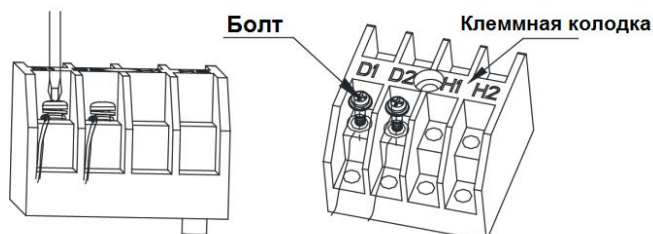

Рис.5.3.1
- 3) Подключите соединительный провод к клеммам D1 и D2 внутренней 4-разрядной монтажной платы, как показано на рис.5.3.1.